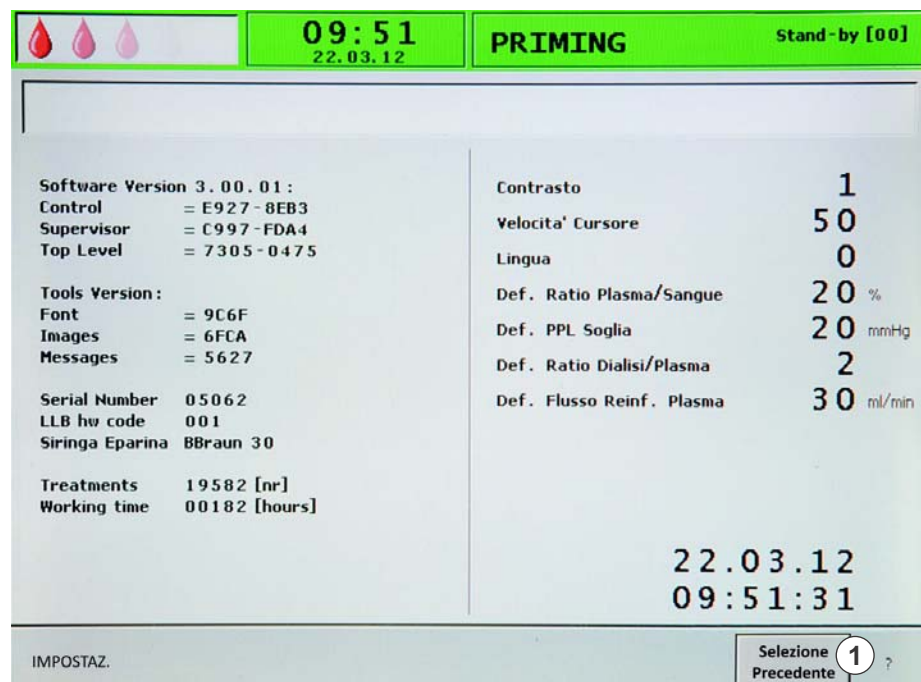

Fig. 3-8 Uscita dalla videata *Impostazioni*
1. Per uscire dalla videata *Impostazioni*, selezionare *Selezione Precedente* (Fig. 3-8 , ①) nella barra dei menu e premere il tasto *Invio*.